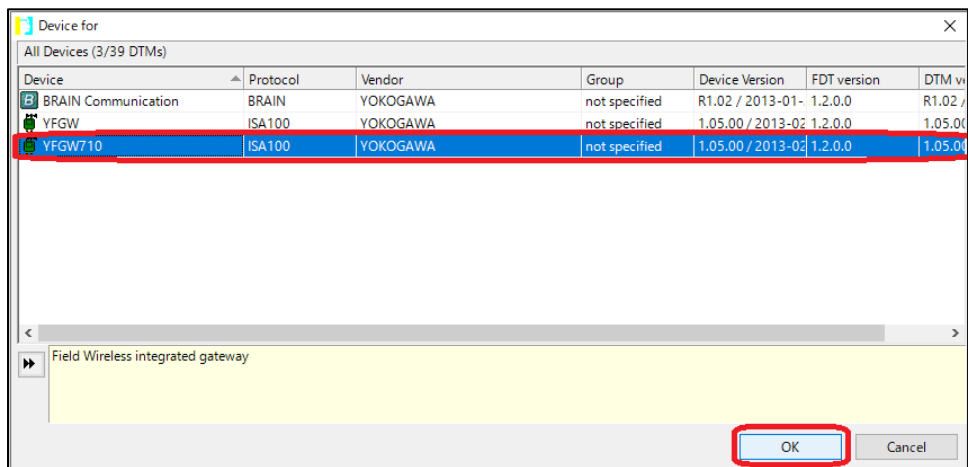

図 5-23 ISA100.11a 無線上位システムの選択
- ② デバイス一覧表から ISA100.11a 無線上位システム「YFGW710」を選択します。(図 5-23)